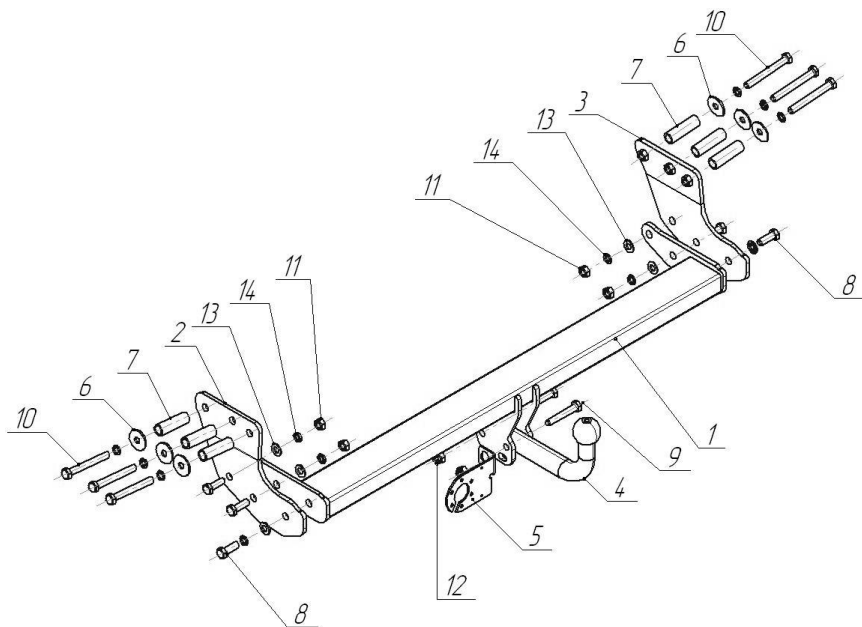

Рис.1 Установка на автомобиль
- Закрепить к кронштейнам ТСУ поз.1 крепежными элементами поз.8,11,13,14 (см.рис.1);